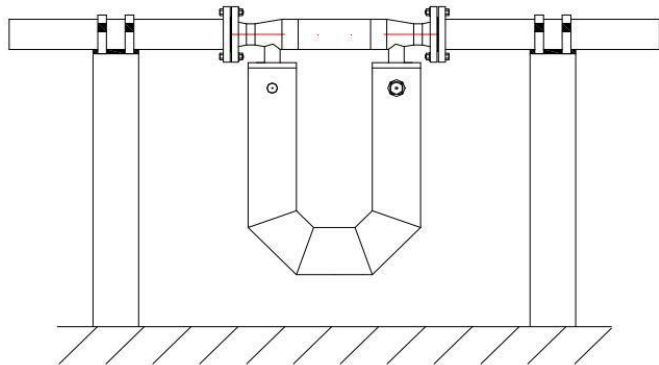

图 2.1
1、当质量流量计测量液体时，壳体应向下安装。如图 2.1 所示，防止气体聚集在传感器振管。